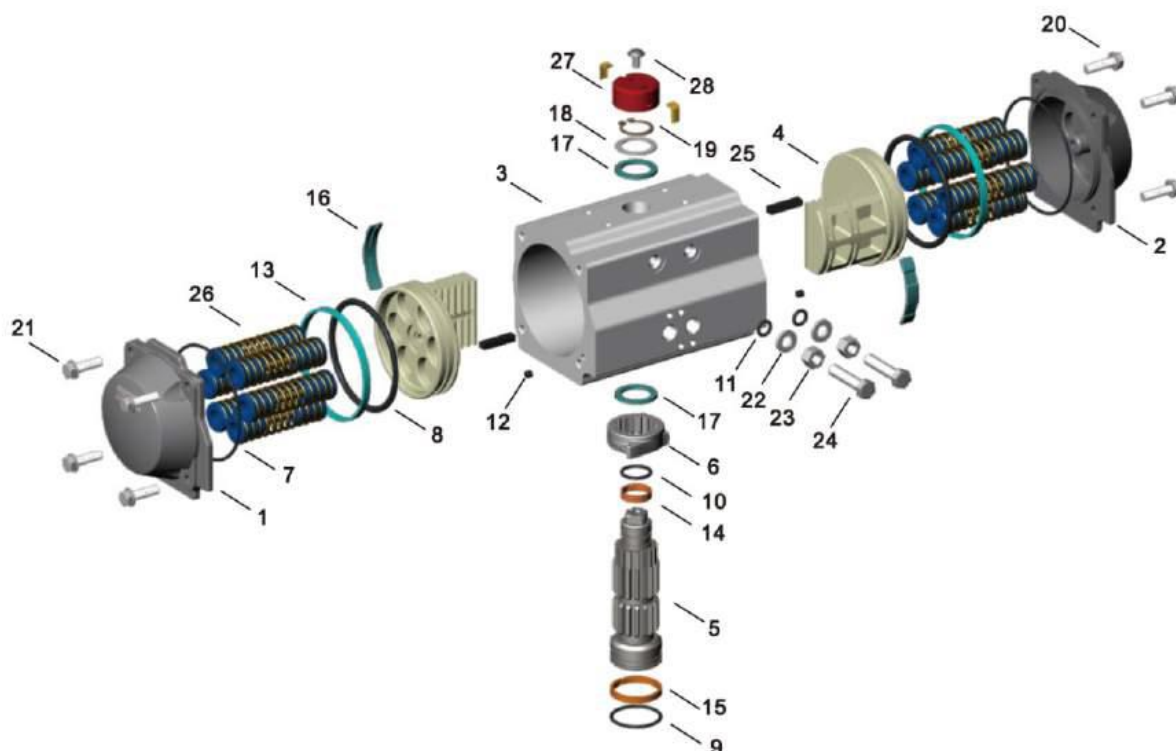

Рисунок 1. Основные элементы конструкции пневмопривода
1.3.1. Основные элементы конструкции пневмопривода приведены на рис.1 и в таб.2.
1.3.2. *Поступающий в корпус сжатый воздух, толкает поршни (4) к торцевым крышкам (1,2). Рейки поршней через зубчатую передачу вращают выходной вал (5). После падения давления воздуха в пространстве между поршнями (4), пружины (26) разжимаются и вращают выходной вал (5) в обратном направлении (рис.1).
2.4.2. Ослабить стопорную гайку (23). Вращением регулировочного винта (24) (рис.1) изменить угол поворота выходного вала. Примерное соотношение кол-ва оборотов ограничителя хода для изменения угла поворота выходного вала на 1° приведено в табл.1. Затянуть стопорную гайку (23).